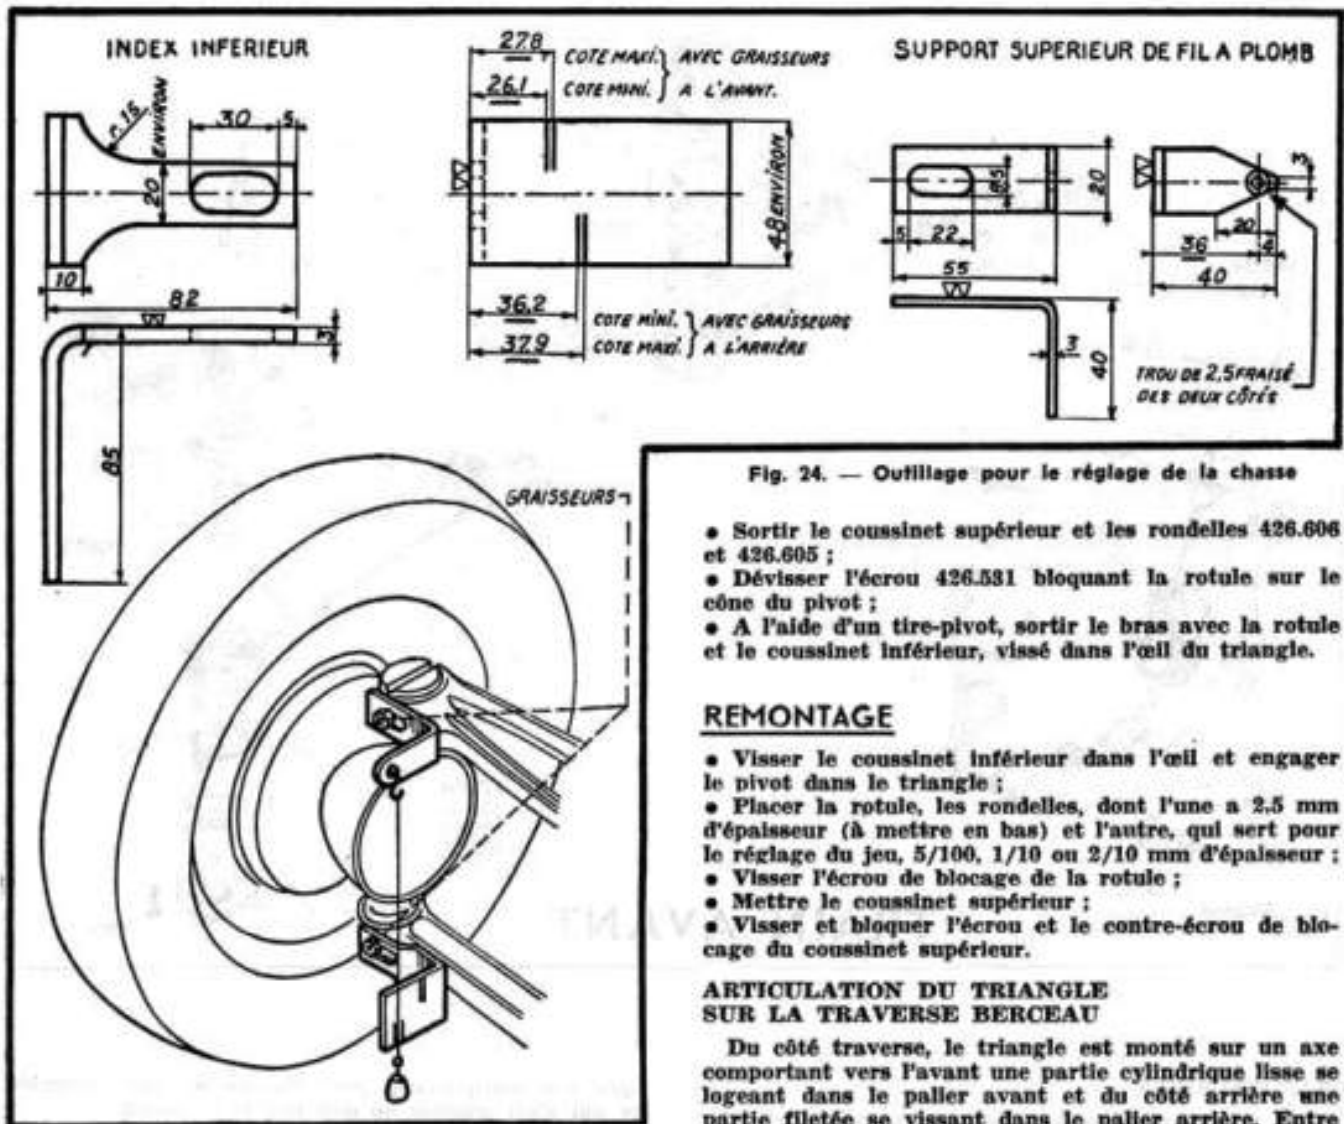

Fig. 24. — Outillage pour le réglage de la chasse
- Remplacer les graisseurs par ces plaquettes et contrôler au fil à plomb (voir fig. 24).